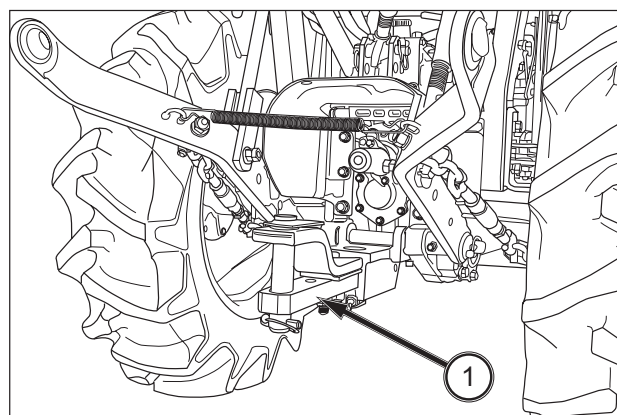

ABB. 109
**ABB. 109:** Die Deichsel (1) hinten am Traktor ermöglicht das Anbringen von Anbaugeräten, die gezogen werden müssen. Der Traktor verfügt über keinerlei Anhängerbremsssystem.